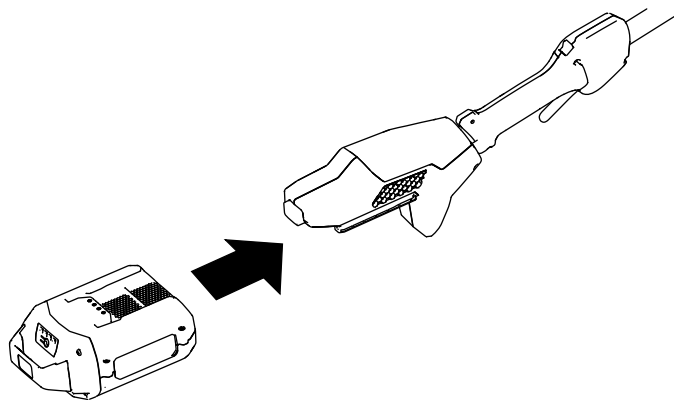

Figur 9
1. Kontrollera att ventilationsöppningarna på stolpsågen är fria från damm och skräp (Figur 9).